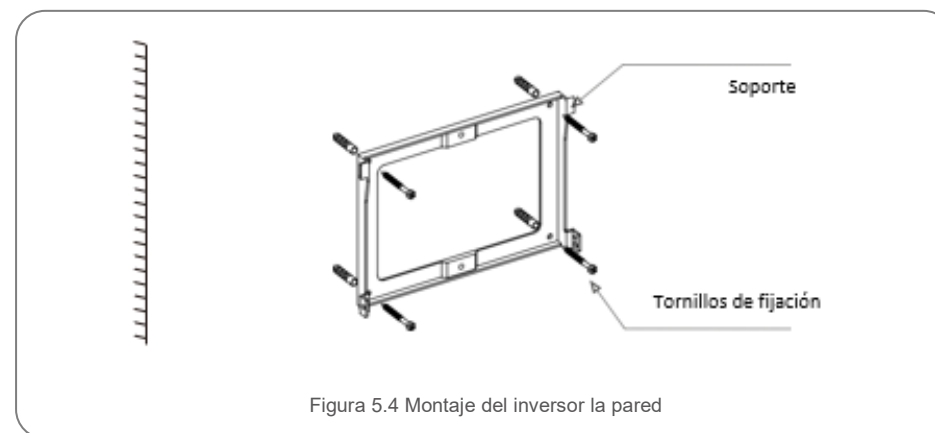
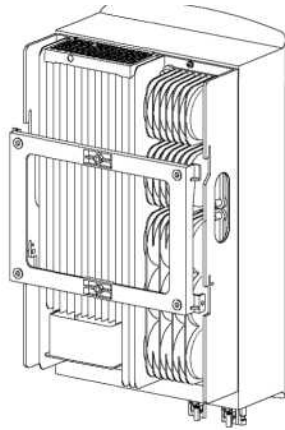

Figura 5.4 Montaje del inverter la pared
Figura 5.5 Instale el inversor
Consulte la figura 5.4 y la figura 5.5. El inverter debe montarse de manera vertical.
1. Vea la Figura 5.4, los orificios para el perno de expansión según el diámetro del orificio del soporte (Tornillo de rosca giratorio hexagonal empotrado en cruz ST6.3\*60, perno de expansión HJ0108 de 10 \* 50 mm), usando perforación de percusión con el taladro de 10 mm deben permanecer verticales en la pared y el taladro debe estar vertical en la pared. La profundidad de todos los orificios taladrados es de 60 mm.
2. Asegúrese de que el soporte esté horizontal y que los orificios de montaje (en la Figura 5.4) estén marcados correctamente. Taladre los agujeros en la pared o columna según las marcas.